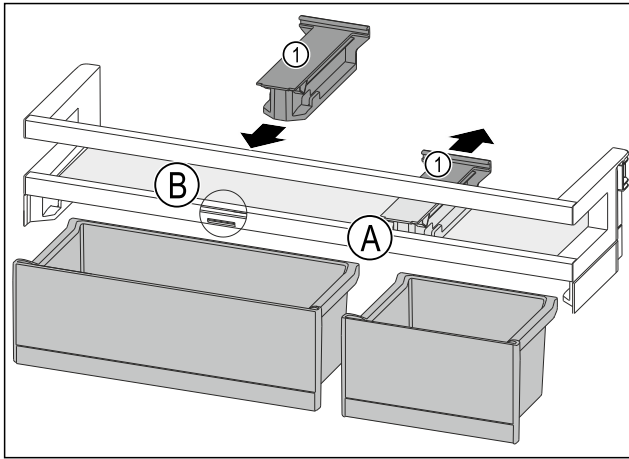

Fig. 168
- ▶ Halteteil Fig. 168 (1) in Position Fig. 168 (A) nach hinten abziehen.
- ▶ Halteteil Fig. 168 (1) in Position Fig. 168 (B) einsetzen.